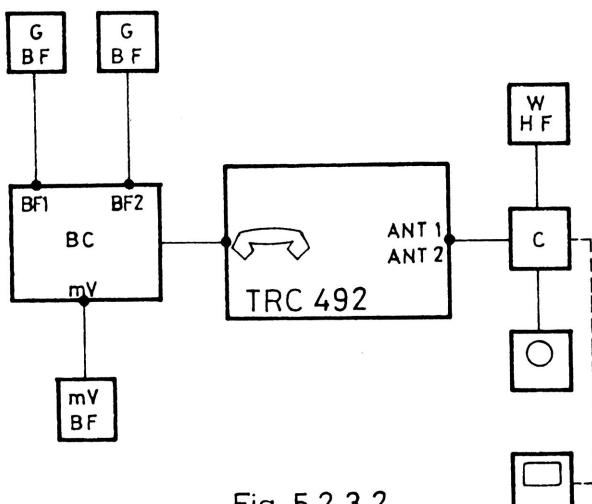

Fig. 5.2.3.2
- Passer en émission et ajuster l'autre pour obtenir un double ton (contrôler à l'oscilloscope, Fig. 5.2.3.3.)